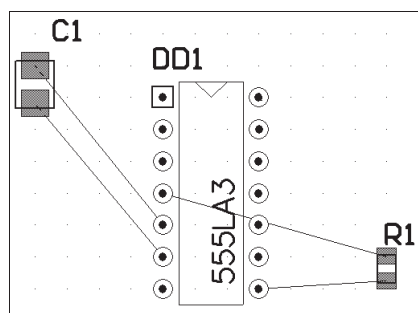
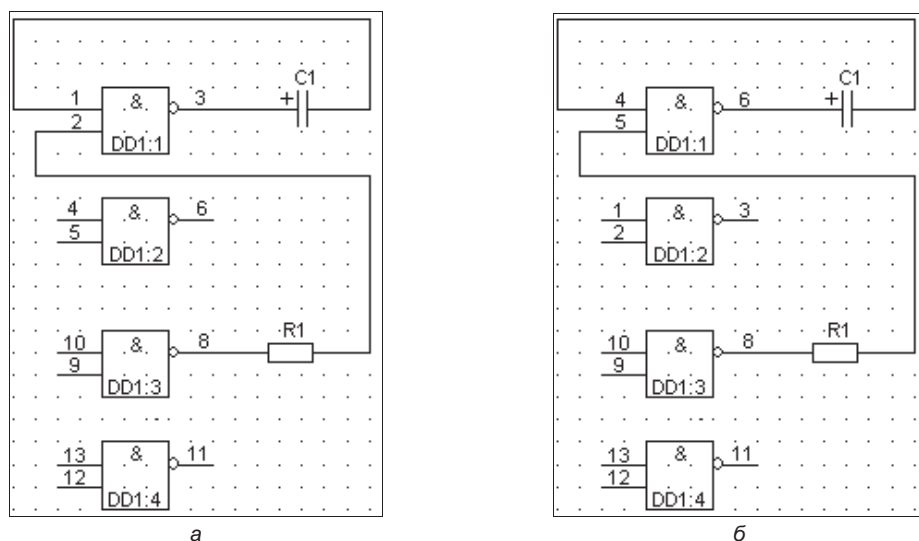

Рис. 7.9. Результат перестановки логически эквивалентных вентилей
Рис. 7.11. Результат передачи перестановки эквивалентных вентилей в схему:
8. Указать курсором на любой контакт вентиля, на который собираемся перенести цепи с исходного. После щелчка левой кнопкой мыши переключение выполняется (рис. 7.9).
Если установлены оба флажка, вторая настройка — **Changing Schematic Pins** — обладает приоритетом над первой. В результате обмен логическими секциями происходит как в случае, когда электрические связи в схеме выполнены проводниками, образующими видимую на экране электрическую цепь, так и в случае, когда связность сегментов цепей обеспечивается присоединением к ним меток цепи **Net Label**. Недостаток этого способа в том, что нарушается порядок обозначений выводов схемных элементов. Так, в приводимом примере после обмена на плате вентиля DD1:1 на вентиль DD1:2 (см. рис. 7.9) позиционные обозначения вентилях в схеме не меняются, а обозначения контактов 4, 5 и 6, принадлежавшие в библиотеке вентилю DD1:2 (рис. 7.11, а), переносятся на контакты вентиля DD1:1, в свою очередь, обозначения контактов 1, 2 и 3 переносятся на вентиль DD1:2 (рис. 7.11, б).